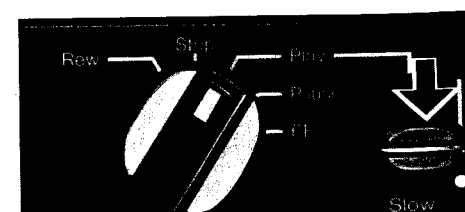

Abb. 8
1. Betriebsartenschalter ⑭ in Stellung PLAY.
2. Zeitlupenhebel in Pfeilrichtung bis zum Einrasten drücken. (Abb. 8)